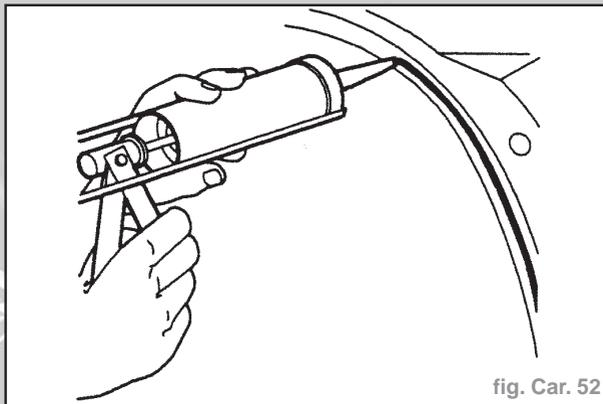

fig. Car. 52
- Placer de l'adhésif d'étanchéité sur les surfaces d'assemblage du panneau (Fig. Car. 52).